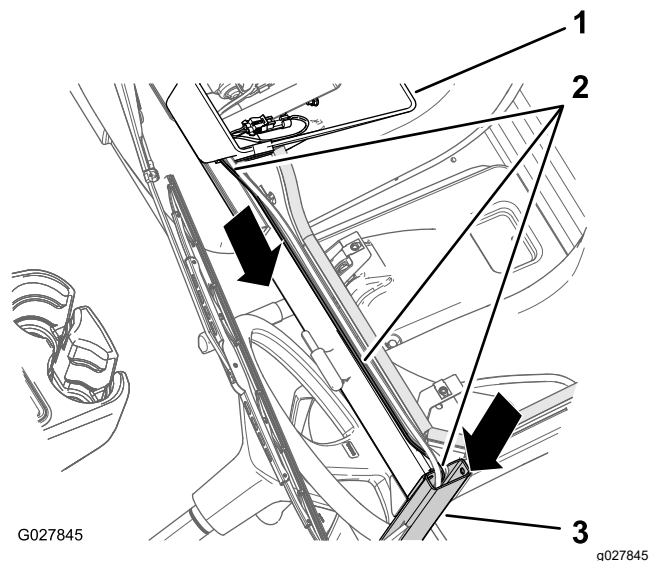

Рисунок 43
1. На потолочной консоли проложите жгут проводов насоса омывателя (Рисунок 43) слева и вдоль шланга, установленного при выполнении действий пункта Прокладка шланга (страница 18).